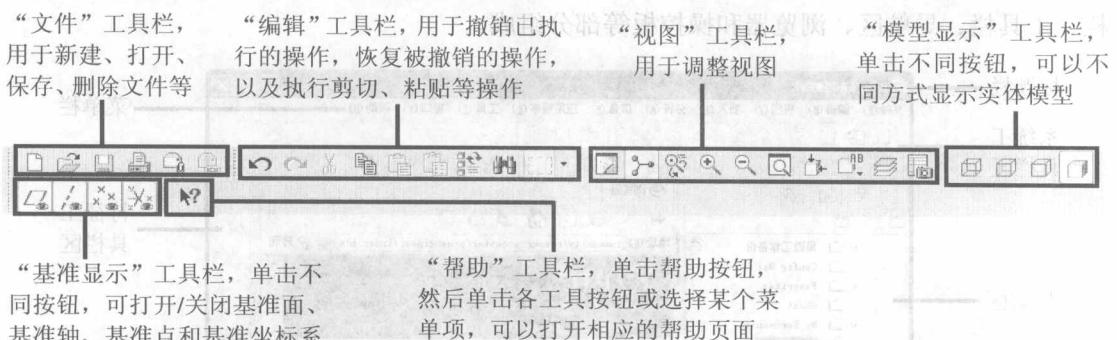

图 1-5 系统工具栏
- ❖ **系统工具栏区:** 位于菜单栏的下方，由“文件”、“编辑”、“视图”、“模型显示”和“基准显示”工具栏组成，系统将常用的操作命令以图标按钮的形式显示在这些工具栏中，如图 1-5 所示。